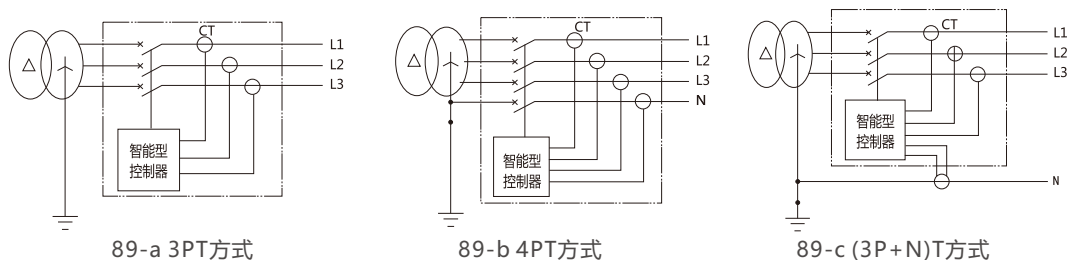

图89 接地保护方式
单相接地保护故障电流在几百安培以上的金属性接地保护，一般用于中性点直接接地系统，控制器分两种不同保护方式：一种为不带外接互感器的矢量和方式，另外一种为带外接互感器的矢量和方式。如图89
(见图89-a 3PT方式)
b.三相四线制中选用四极断路器不外加互感器，接地故障信号只取三相电流及N极电流的矢量和，保护特性为定时限保护。(见图89-b 4PT方式)
(见图89-c (3P+N)T方式)